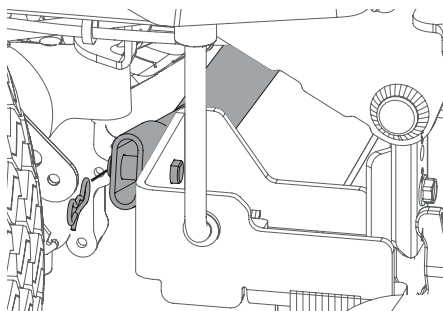

Figura 44
- a. Extraiga el pasador de claveta con unión curva que está del lado derecho de la barra, que conecta la barra con el soporte de la plataforma (Figura 44).